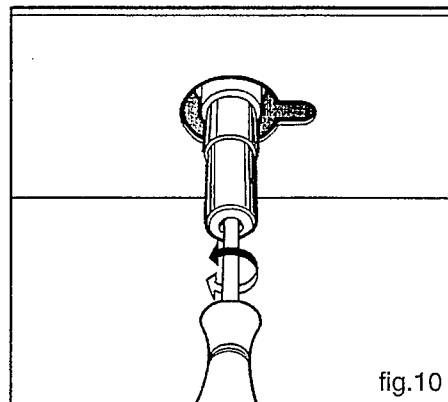

fig.10
- enlevez la manette du robinet et effectuez le réglage au moyen de la vis de réglage située à l'intérieur de la tige du robinet (fig.10) en utilisant un tournevis (en dévissant la vis le minimum augmente, tandis qu'en la vissant il diminue).